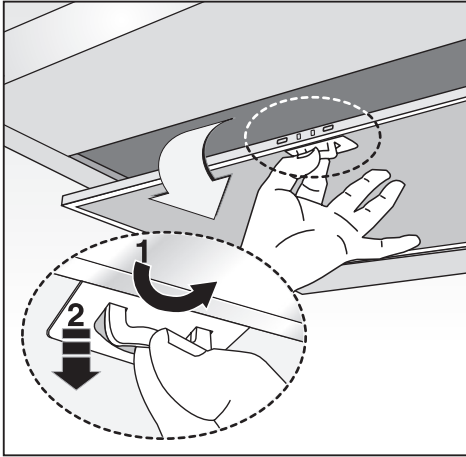

Fig.16
• La distanza minima fra la superficie di supporto dei recipienti di cottura sul dispositivo di cottura e la parte più bassa della cappa da cucina deve essere di almeno **65 cm**. Se dovesse essere usato un tubo di connessione composto di due o più parti, la parte superiore deve essere all'esterno di quella inferiore. Non collegare lo scarico della cappa ad un condotto in cui circoli aria calda o utilizzato per evacuare fumi degli apparecchi alimentati da un'energia diversa da quella elettrica. Prima di procedere alle operazioni di montaggio, per una più facile manovrabilità dell'apparecchio disinserire i filtro/i antigrasso (Fig.16).
-Se il vostro apparecchio è dotato di camino decorativo inferiore che necessita di fissaggio al corpo cappa con le viti, rimuovere dalla cappa i filtri antigrasso agendo sulle apposite maniglie (Fig.16).